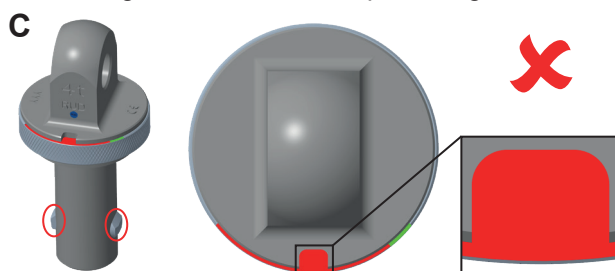

Abb. 6: Symbol ROT | keine Symbolik sichtbar = PIP-RAPIDO nicht bereit zum Heben
- **ROT | keine Symbolik sichtbar** (*Abb. 6*)